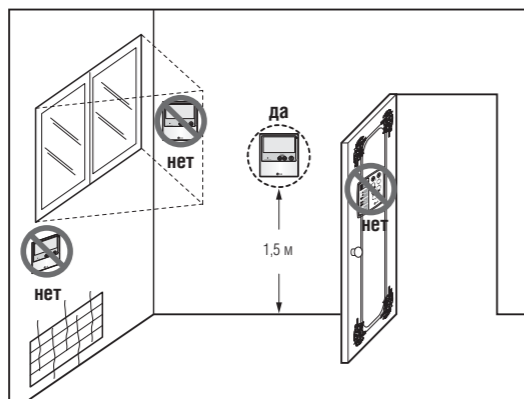

Рис. 1. Типичное расположение проводного ПДУ
- Данный ПДУ имеет семисегментный ЖК-дисплей. Для обеспечения нормальной работы системы ПДУ должен быть смонтирован в соответствии с рис. 1. (Высота от пола должна быть 1,2–1,5 м.).